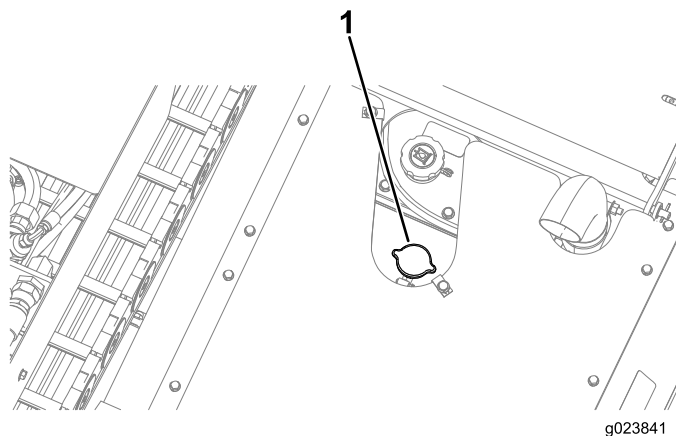

Рисунок 112
3. Снимите крышку радиатора (Рисунок 112).
5. Установите на место крышку заливной горловины радиатора и убедитесь в том, что она надежно уплотнена (Рисунок 112).